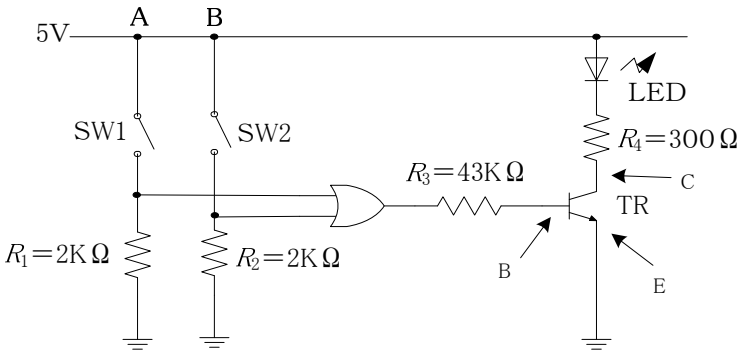

図5-2 論理和(OR)の回路図
- (1) 図5-2のように配線する。
(2) 動作を確認して、結果を表5-2の真理値表に記録する。